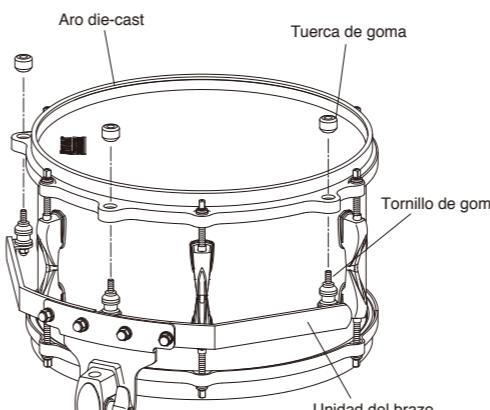

Fig. 2-1A
- * Conecte la unidad del brazo al aro die-cast volviendo a apretar los tornillos y tuercas de goma mostrados en la Fig. 2-1A. Asegúrese que la señal "UP" en las tuercas de goma esté colocada hacia arriba.